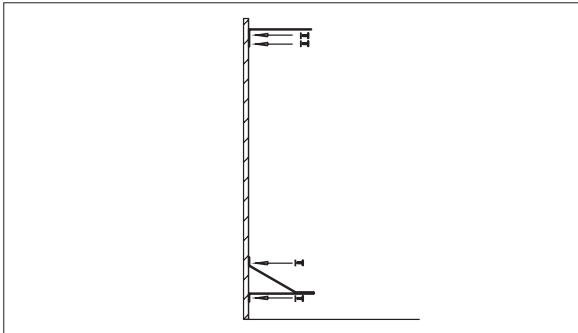

Figure 3 – Installation des supports de montage
Étape 1: Fixer les supports de fixation et de stabilisation sur la surface du mur (Figure 3, page 16).